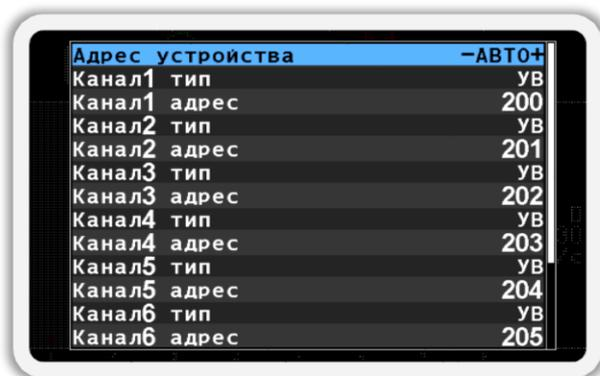

Рисунок 61
- В экране меню «Конфигурация датчиков» (см. Рисунок 55 п.4), кнопками  «Вверх» и  «Вниз» выберите пункт  «Концентратор-8» и нажмите кнопку  «Меню». В результате откроется меню «Концентратор-8» (см. Рисунок 61).
2. Кнопками  «Вверх» и  «Вниз» выберите пункт  «Адрес устройства» и убедитесь, что выбрано значение «АВТО» (см. Рисунок 61). Для изменения этого параметра используются кнопки  «Плюс» и  «Минус».